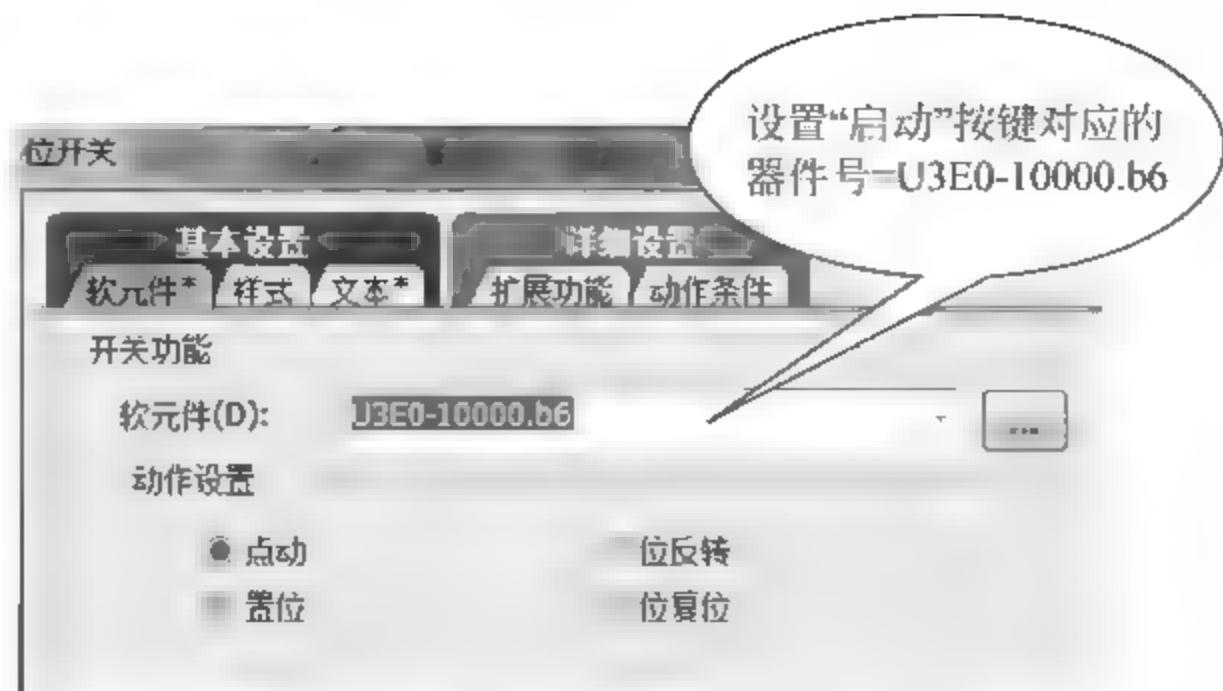

图 24-10 “启动”按钮器件号的设置
(2) 设置“启动”按键的器件号为 U3E0 10000. b6。该按键 U3E0 10000. b6,如图 24-10 所示对应到机器人中的输入信号地址为 10006,见表 24-1。